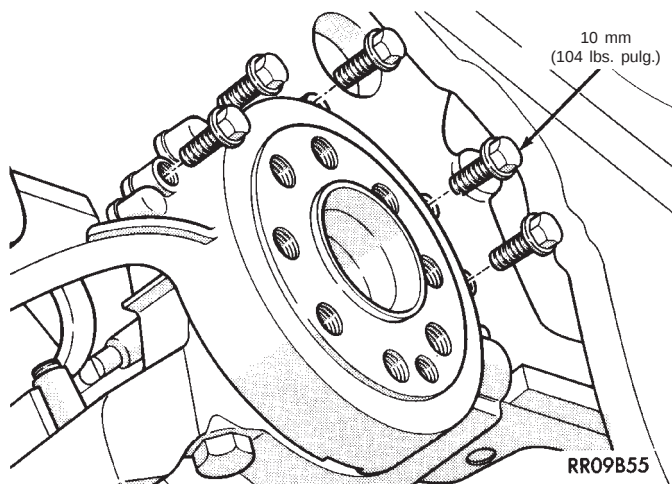

Fig. 81 Retén de junta de aceite del cigüeñal—trasero
(1) Retire el transeje del vehículo. Para informarse sobre el procedimiento, consulte el grupo 21, Transeje.
(2) Retire la placa flexible.
(3) Retire el colector de aceite. Consulte el procedimiento en esta sección.
(4) Retire los pernos que fijan el retén de la junta de aceite al bloque de cilindros (Fig. 81).
(5) Retire la junta de aceite y el retén.